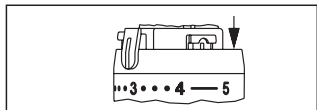

Fig. 9
3. Para limitar el rango de control máximo, el segundo clip limitador debe colocarse en la ranura inmediatamente posterior a la posición "4" (fig. 9).